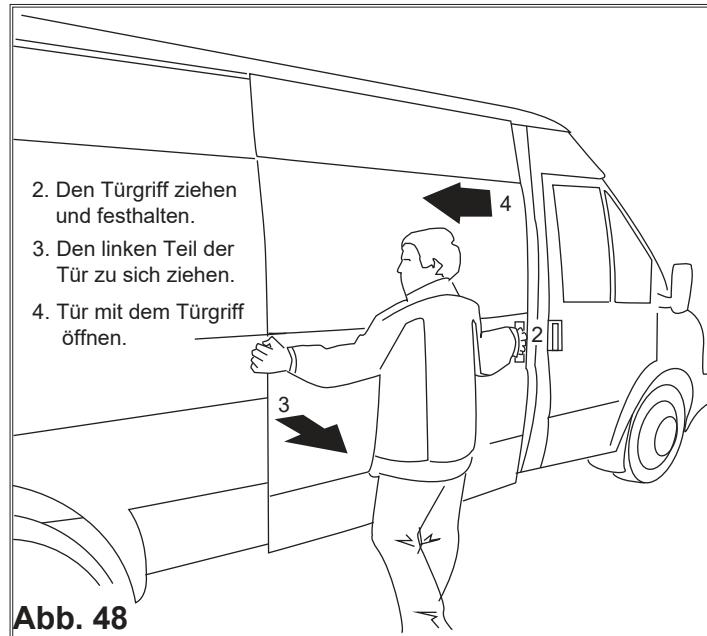

Abb. 48
2. Den Türgriff ziehen und festhalten, (Abb. 48).
3. Den linken Teil der Tür zu sich ziehen, Abb. 48).
4. Die Tür mit dem Türgriff nach links öffnen, (Abb. 48).